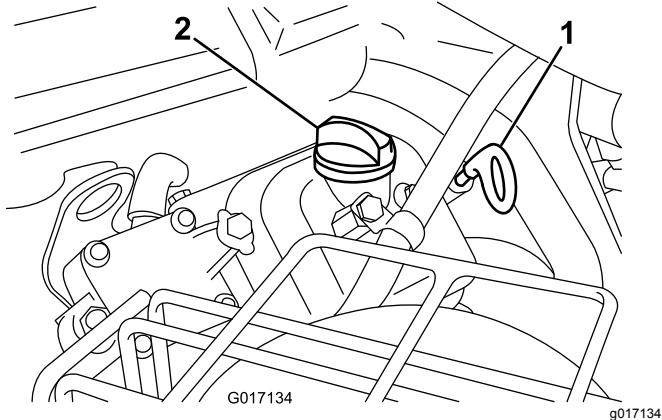

Bild 38
2. Ziehen Sie den Peilstab heraus und wischen ihn mit einem sauberen Lappen ab. Stecken Sie den Peilstab in das Rohr und stellen Sie sicher, dass er vollständig eingeführt ist (Bild 38).